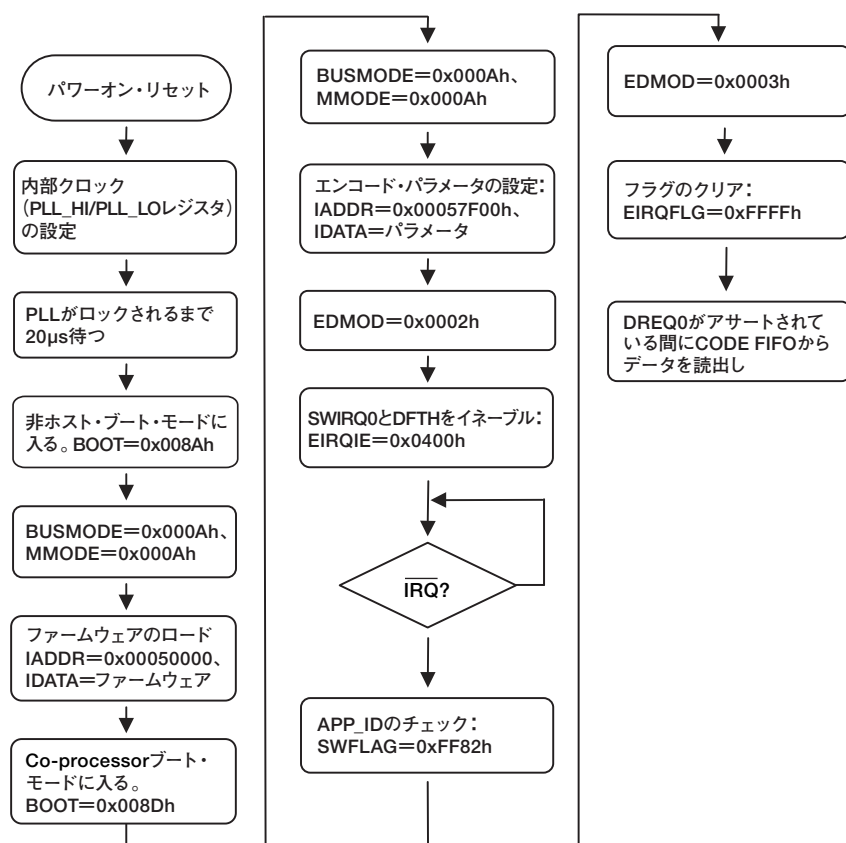

図13. DCSモードのエンコード・ルーチン
バーストの開始時点で、 $\overline{\text{DREQ}}$ がアサートされます。データシートの図13、14、17、18を参照してください。
4. $\overline{\text{DREQ}}$ パルス幅の設定— $\overline{\text{DREQ}}$ パルス幅をプログラミング設定したり、固定することができます。このパラメータをEDMOD0/1レジスタでプログラミング設定できます。データシートの図13を参照してください。